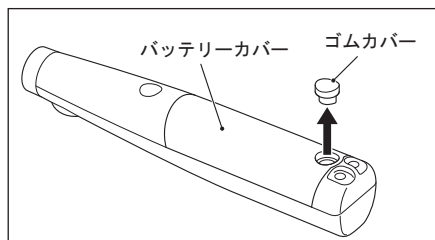

図 10
- 2) バッテリーカバーのねじ穴に入っているゴムカバーを細いマイナスドライバーなどで取り外します。(図 10)